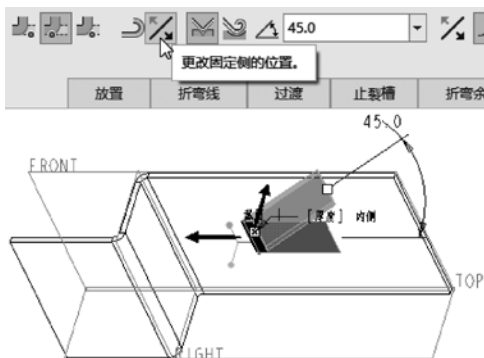

图 5-41 更改固定侧的位置
(6) 在 (折弯角度) 框中设置折弯角度为“45°”, 接着单击 旁的 (更改固定侧的位置) 按钮, 使固定侧方向如图 5-41 所示。